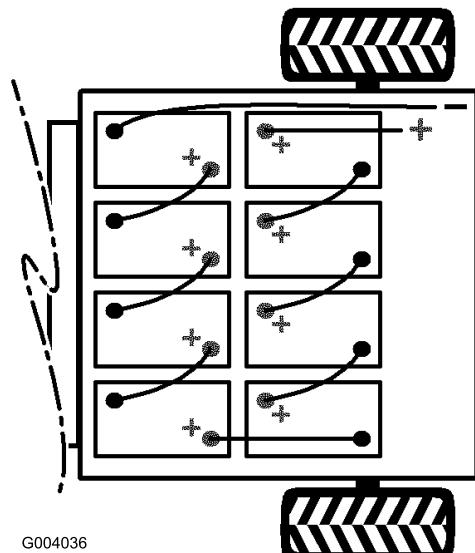

Figura 6
4. Instale las baterías (Figura 6).
Nota: Preste atención a la polaridad de las baterías al instalar las baterías nuevas (Figura 6).
6. Conecte las baterías entre sí con los cables que se incluyen con las piezas sueltas (Figura 6).
7. Apriete el perno y sujeté el otro extremo de la fijación con otro perno (5/16" x 3/4") y una tuerca con arandela prensada (5/16") (Figura 6).
8. Conecte el cable rojo largo (positivo) entre el banco de baterías y la máquina (Figura 6).
9. Conecte el cable negro largo (negativo) entre el banco de baterías y la máquina (Figura 6).